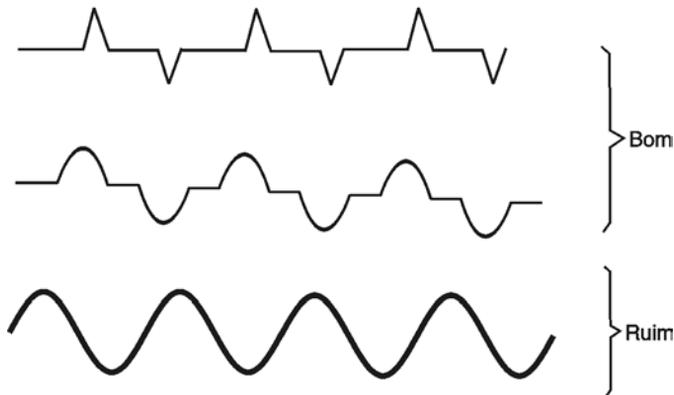

Figura 35
c) Ajuste a imagem para ficar como o indicado na figura 35 e atue sobre o potenciômetro para ver o ângulo de condução.
Na figura 35 temos as formas de onda normais para um Triac em boas condições e formas de onda para um Triac com problemas.